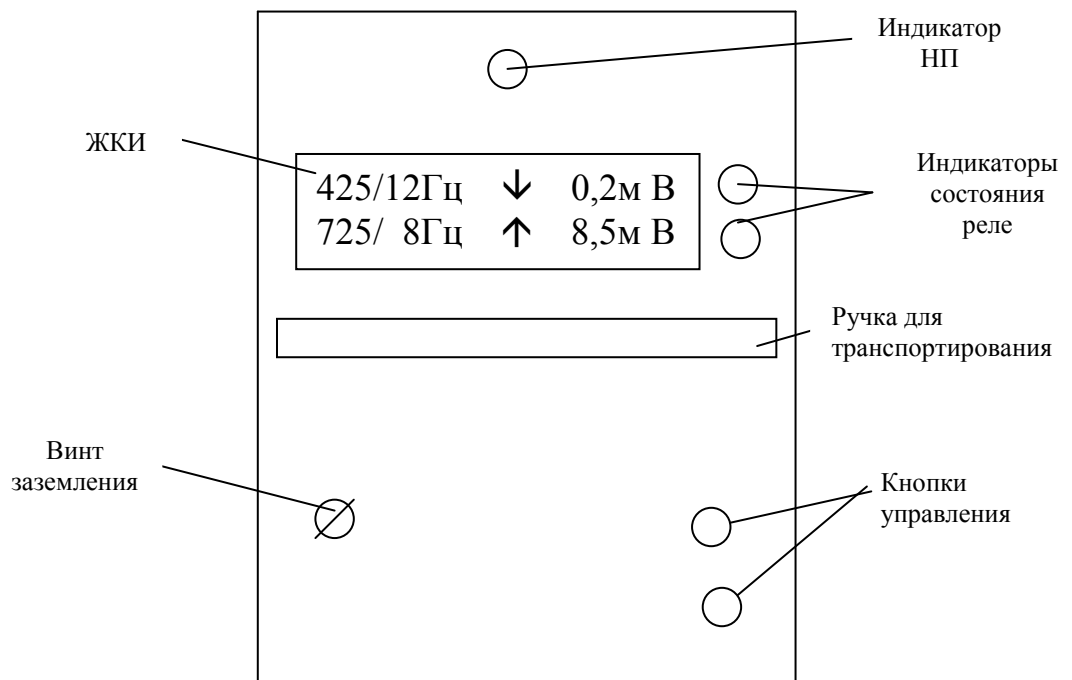

Рис. 1
- Нажать на верхнюю кнопку управления, расположенную на передней панели УПП-2. На ЖКИ меняются показания от исходного (рис. 1) до максимального значения АРС: гармоники тягового тока, 75,125,175,225,275,325 Гц.